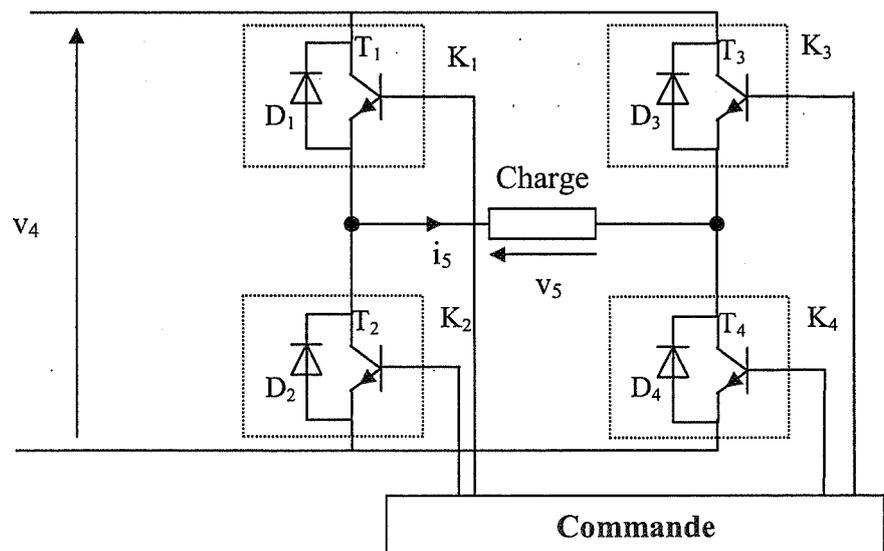

Figure 4
1. Indiquer sur le schéma de la figure 4 du document réponse 2, page 8, le branchement de l'oscilloscope permettant d'observer simultanément la tension  $v_3$  et l'image du courant  $i_3$ .
La structure de l'onduleur étudié est représentée sur la figure 4 ci-dessous. Les diodes et les transistors sont supposés parfaits.